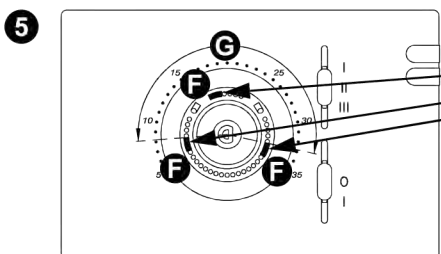

Рис.6 См. раздел "РЕГУЛЯТОР БЛОК" на странице 8.
5. Возьмите пластиковые ограничители, расположенные на базе термостата и вставьте их в крышку термостата, рядом с отверстием под ручку регулятора температуры, если необходимо. См. Рис.6 и раздел **«блокировка ручки»**. Третий ограничитель запасной.
2. Расположить механические ограничители, как указано на примере на Рис.6 (F), Диапазон поворота ручки сократится, как указано на Рис.6 G.